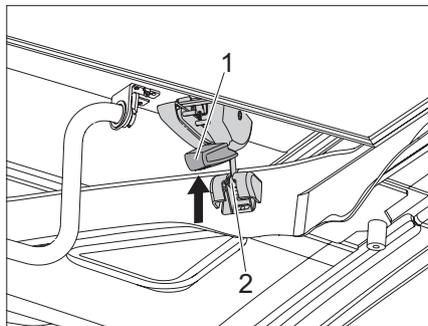

Bild 36 Verriegelungen spannen
- ▶ Vor Fahrtbeginn prüfen, ob die Verriegelungshaken der Verriegelungen (Bild 36,1) links und rechts korrekt spannen. Bei Bedarf nach Anleitung des Herstellers SCA die Verriegelung einstellen.
- ▶ Bolzen (Bild 36,2) in die Aufnahme schieben.
- ▶ Verriegelungen (Bild 36,1) links und rechts nach oben drücken.
- ▶ Prüfen, ob der Bolzen (Bild 36,2) kein Spiel aufweist.